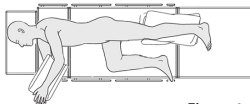

Figura 1
- Posizionare il paziente in decubito laterale (lato sinistro rivolto verso l'alto) (Figura 1).